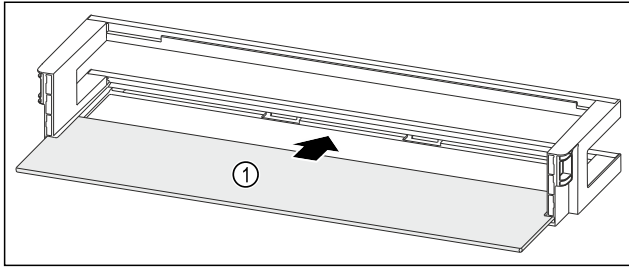

Fig. 52 Дверная полка со съёмной полкой
- ▶ Вдвиньте съёмную полку Fig. 52 (1) в боковые пазы.